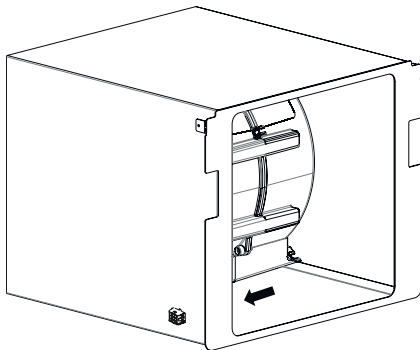

Fig. 14
- 5.** ▶ Tryck nu in den 6-poliga multikabeln i motorkabinettet i hålet tills den "klickar" i ordentligt (Fig. 14).